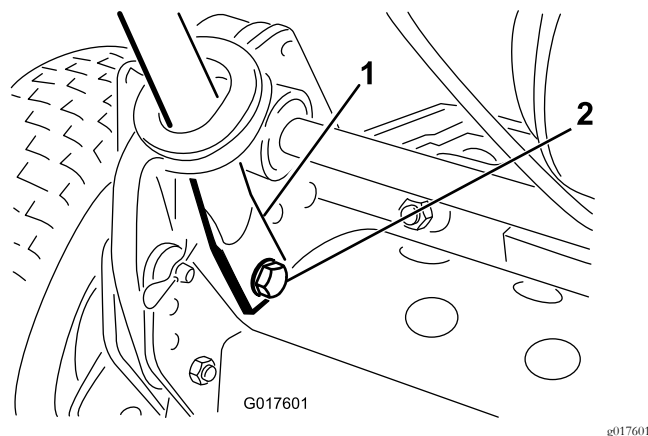

Figura 3
4. Premete verso l'interno le estremità della stegola e montatele sui perni di montaggio (Figura 3).
5. Fissate le estremità della stegola ai perni di montaggio con bulloni, rondelle o rondelle di bloccaggio rimosse in precedenza (Figura 3).
6. Fissate con sicurezza i bracci della stegola sul retro dell'intelaiatura utilizzando le cinghie a forcina ed i perni ad anello tolti in precedenza (Figura 3).